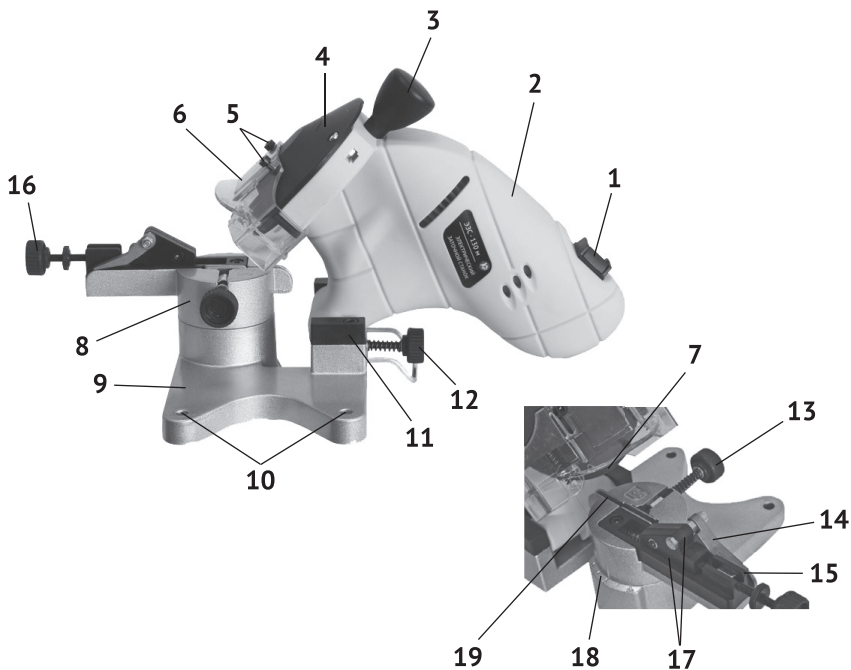

рис.1
Общий вид станка представлен на рис. 1.
Механизм станка (коллекторный двигатель, ремённый привод, шпиндель с закреплённым на нём абразивным заточным кругом и поворотная ось) расположен в пластиковом корпусе (рис.1 поз.2). Металлическое основание (рис.1 поз.9) служит опорой для корпуса, который крепится к поворотной оси, расположенной под прижимами (рис.1 поз.11). На цилиндрическую часть основания с проградуированной шкалой (рис.1 поз.18) от 0 до 35° (в обе стороны), крепится рабочий стол (рис.1 поз.8). На рабочем столе крепятся звенья затачиваемой цепи. В основании имеются монтажные отверстия (рис.1 поз.10) для крепления станка на рабочем столе (верстаке).
На корпус двигателя крепится рукоятка (рис.1 поз.3), для удобства управления абразивным кругом. Для защиты оператора станок оснащён защитными устройствами:
- кожух (рис.1 поз.4), закрывающий более 60% абразивного круга. На кожухе стрелкой указано направление вращения круга;
- к кожуху 2-я винтами (рис.1 поз.5) крепится прозрачный пластиковый экран (рис.1 поз.6). Экран, при необходимости, можно перемещать (выше/ниже) в плоскости, перпендикулярной оси вращения круга.
Клавиша выключателя (рис.1 поз.1) имеет два фиксированных положения «I» - включено и «0» - выключено.